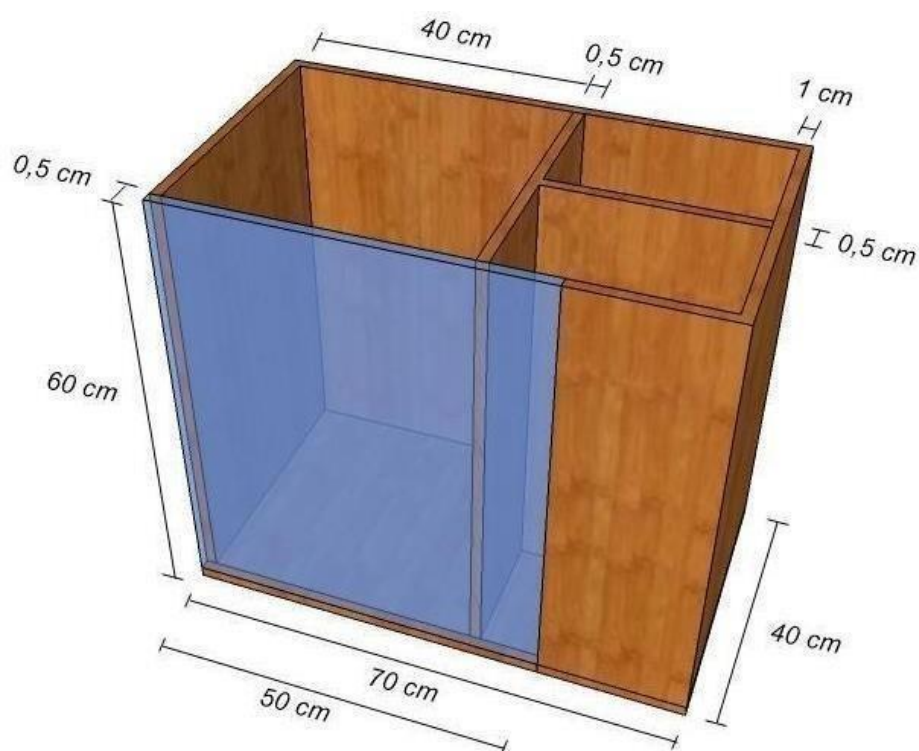

Figura 1 - Desenho esquemático das dimensões da caixa.
- Caixa de madeira de 40x40x60 cm com uma das faces maiores em acrílico, conforme Figura 1;